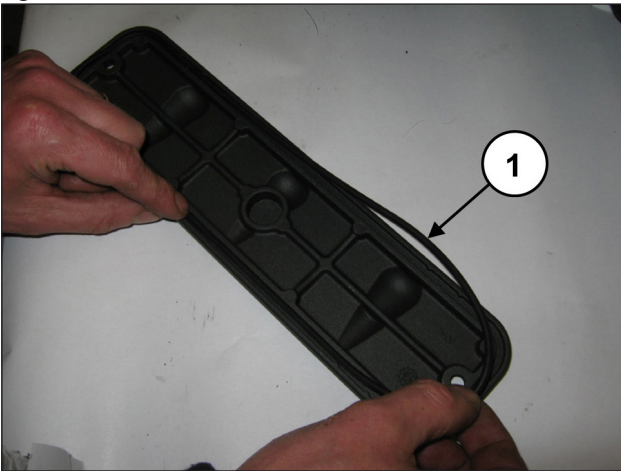
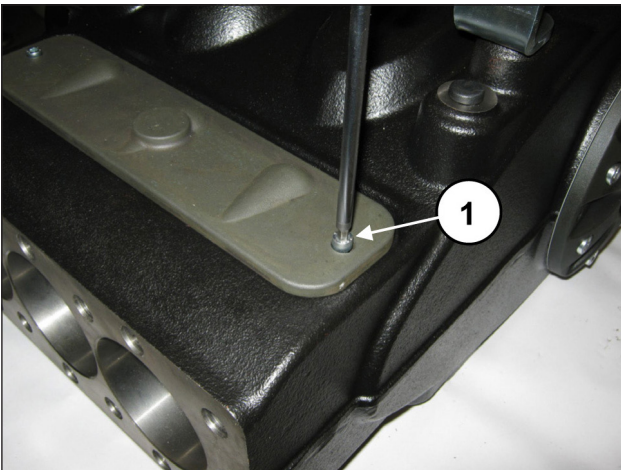

Fig. 189
Fig. 190
Introducir la junta tórica (pos. ①, Fig. 189) en las tapas de inspección y montar las tapas con 2+2 tornillos M6x14 (pos. ①, Fig. 190).